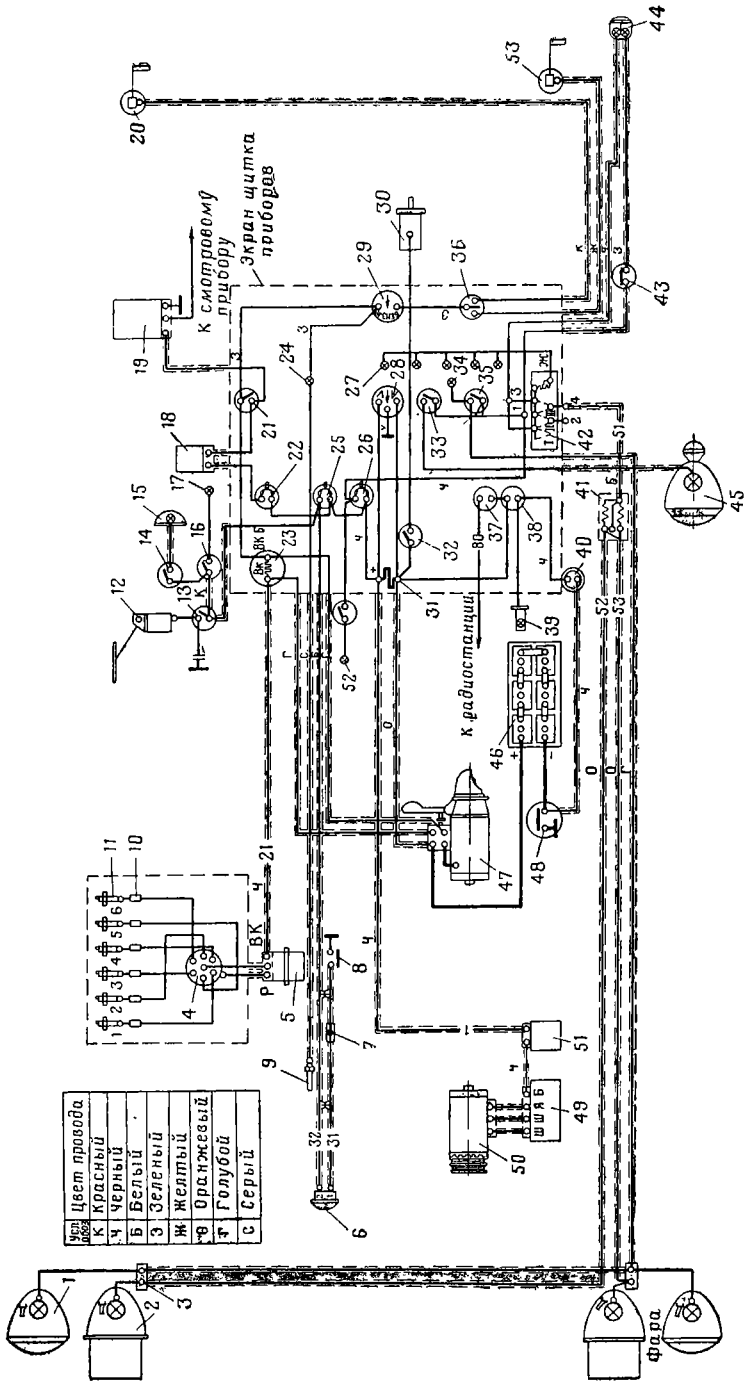

Рис. 70. Схема электрооборудования
5. Вставить вилки проводов III генератора в штепсельные разъемы III генератора 50 (рис. 70) и закрепить накидными гайками.
2. Вставить вилку провода Б фильтра 51 (рис. 70) радиопомех в гнездо штетсельного разъема Б реле-регулятора 49 и закрепить накидной гайкой.
3. Присоединить к зажимам проводов добавочного сопротивления наконечники проводов Г, Г (рис. 70) и закрепить винтами с пружинными шайбами.